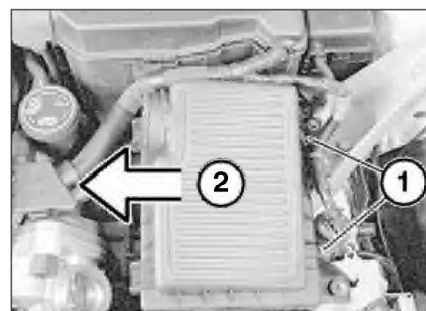
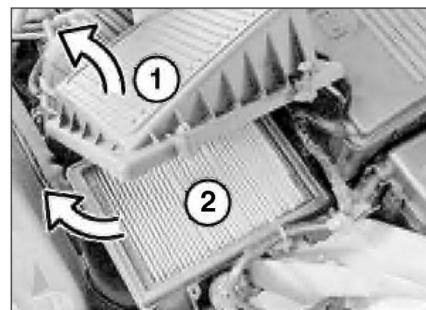

Рис. 2.40. Крышка
Рис. 2.41. Сменный элемент
Снятие сменного элемента воздушного фильтра двигателя «W10» необходимо проводить в следующем порядке. Вывернуть болты (рис. 2.40), приподнять крышку (2) и сдвинуть в направлении, указанном стрелкой. Откинуть крышку (1, рис. 2.41), вынуть сменный элемент (2) воздушного фильтра из корпуса воздушного фильтра. Очистить корпус воздушного фильтра. Замасляный фильтр заменить новым. Фильтр **не продувать** сжатым воздухом.